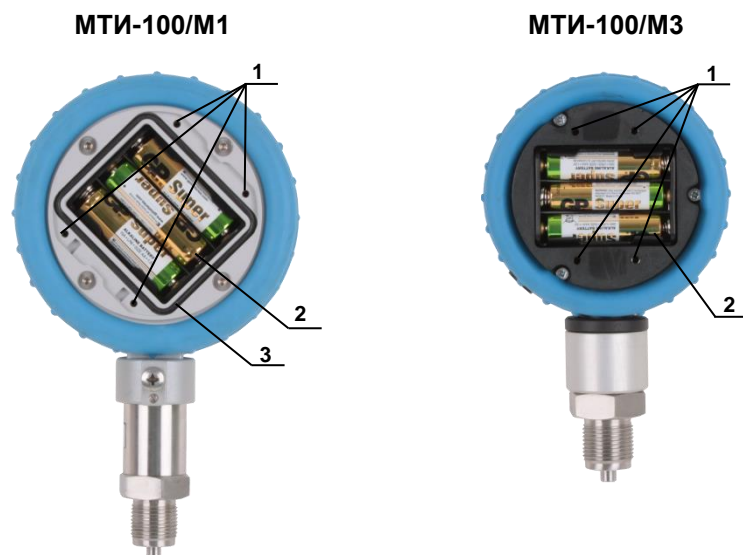

Рисунок 2.2
2.3.3 В тыльной части корпуса МТИ расположен батарейный отсек (см. рисунок 2.2).